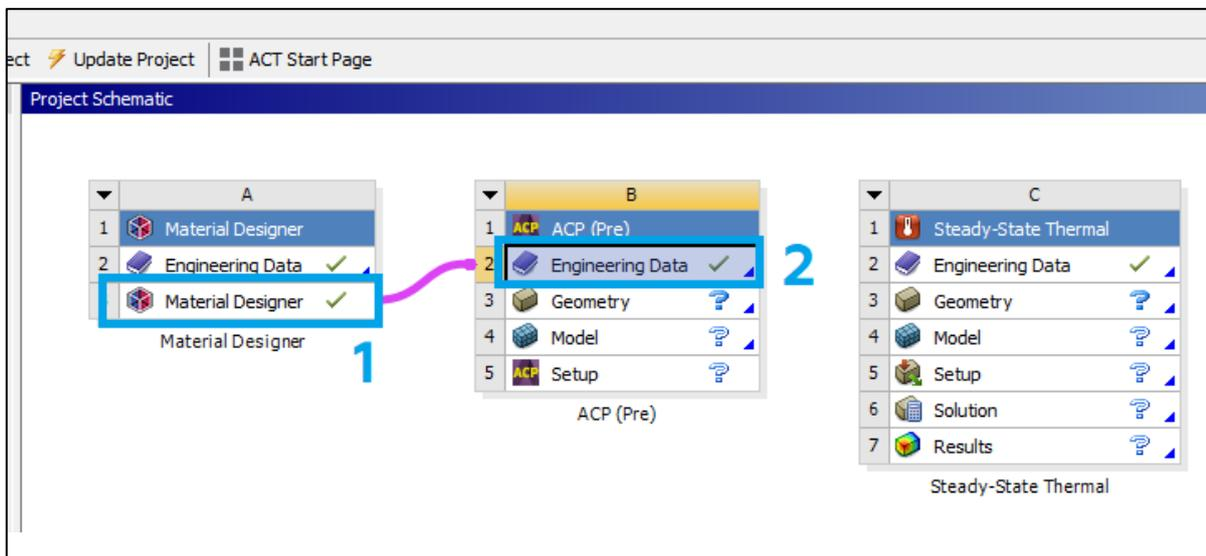

Рис. 12. Создание связи
10. Создаем связь между первым и вторым модулями *Material Designer* для присвоения созданного нами композитного материала к анализируемой геометрии через второй блок (рис. 12):